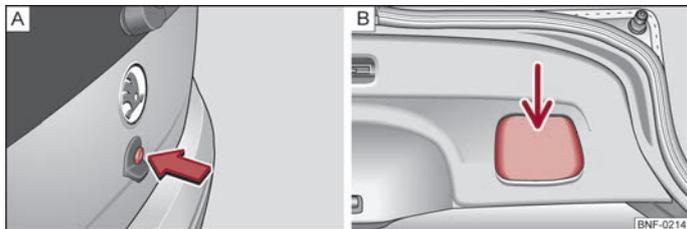

Abb. 14 Heckklappe
Beim Auf- und Zuschließen werden durch die Zentralverriegelung **alle** Türen gemeinsam ent- bzw. verriegelt. Die Heckklappe wird beim Aufschließen entriegelt. Danach können Sie die Heckklappe durch Drücken der Taste ⇒ Abb. 14 - öffnen. ▶
- Öffnen Sie die Heckklappe durch Drücken der Taste ⇒ Abb. 14 - A.
- Fassen Sie in die Griffmulde ⇒ Abb. 14 - B und ziehen Sie die Heckklappe nach unten.